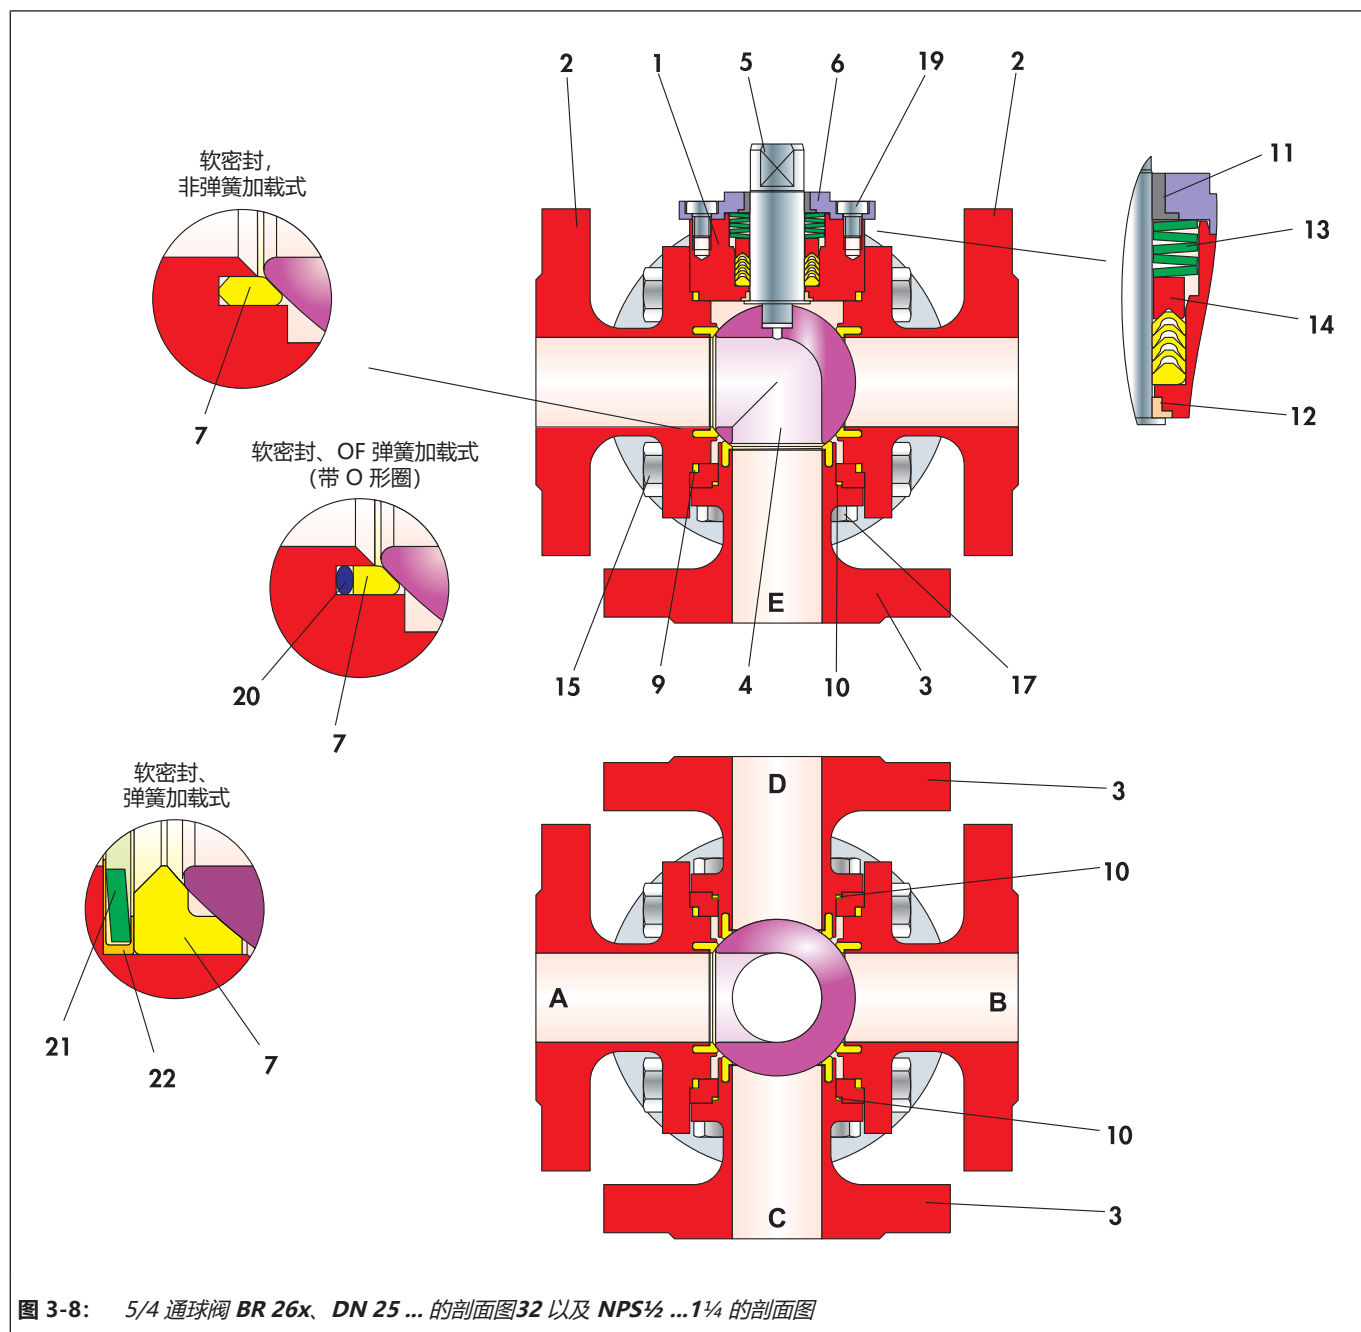

图 3-8: 5/4 通球阀 BR 26x, DN 25 ... 的剖面图32 以及 NPS½ ...1¼ 的剖面图
- 根据具体型号，可使用带有螺母 (16) 或螺钉 (15) 的双头螺栓 (15)。
- ⇒ 将轴承套 (12) 按入主阀体 (1) 中的合适位置。
- ⇒ 推动控制轴 (5) 经过已安装的轴承套 (12) 进入主阀体。确保控制轴可移动。
- ⇒ 轻微旋转 V 形环填料 (14)，以便更轻松地将其推过所安装的控制轴 (5)，并将其插入主阀体 (1) 中的合适填料位置。有关 V 形环的排布，请参见图 3-8。
- ⇒ 将盘簧 (13) 放在填料上。有关盘簧排布，请参见图 3-8。
- ⇒ 将轴承套 (11) 压入填料箱法兰 (6)。
- ⇒ 将填料箱法兰 (6) 穿过控制轴 (5) 放到主阀体 (1) 上。
- ⇒ 轻轻润滑螺钉 (19)。
- ⇒ 用螺钉 (19) 调整填料箱法兰。